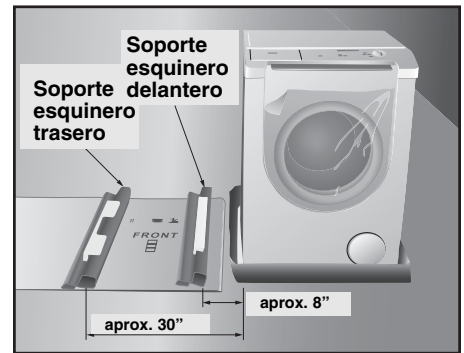

Figura 1
2. Proteja el piso y la lavadora/secadora con un pedazo grande de cartón (la caja de cartón del pedestal). Coloque la lavadora/secadora sobre su costado **IZQUIERDO** de modo que el cartón quede debajo de todo el costado izquierdo de la lavadora/secadora. Consulte la **Figura 1** y las instrucciones correspondientes para la colocación recomendada de la protección.
4. Coloque los dos soportes esquineros como se muestra en la **Figura 1**.